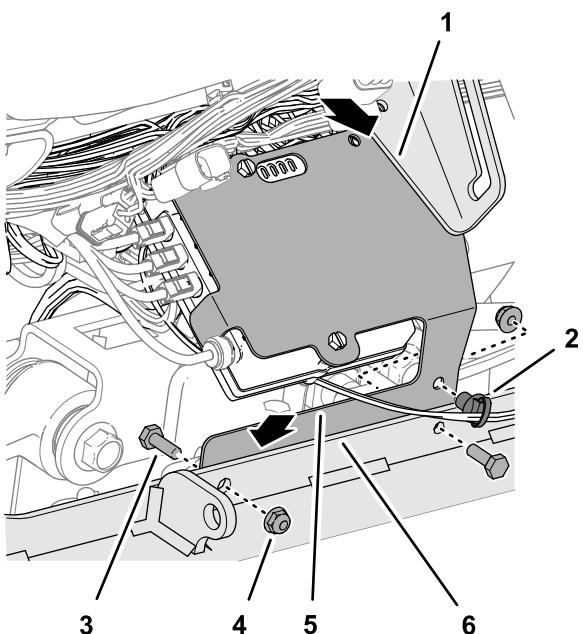

Figura 89
5. Alinee el soporte del módem (Pieza Nº 140-1394) debajo del soporte de la varilla de sujeción y detrás de la pestaña del bastidor de la máquina, como se muestra en la Figura 89.
6. Introduzca la grapa inferior del arnés de cables en el orificio del soporte del módem, como se muestra en la Figura 89.